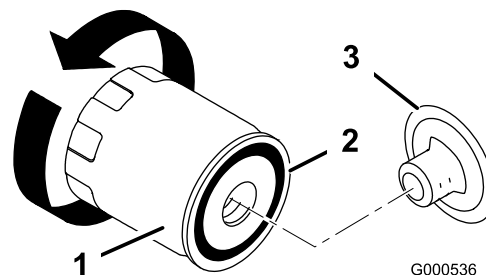

Figure 36
9. Changez le filtre à huile au besoin (Figure 36).
2. Déposez le filtre à huile usagé et essuyez la surface du joint de l'adaptateur (Figure 36).
3. Appliquez une fine couche d'huile propre sur le joint en caoutchouc du filtre de rechange (Figure 36).
4. Posez le filtre à huile de rechange sur l'adaptateur. Tournez le filtre dans le sens horaire jusqu'à ce que le joint touche l'adaptateur, puis donnez 1/2 à 3/4 de tour supplémentaire (Figure 36).